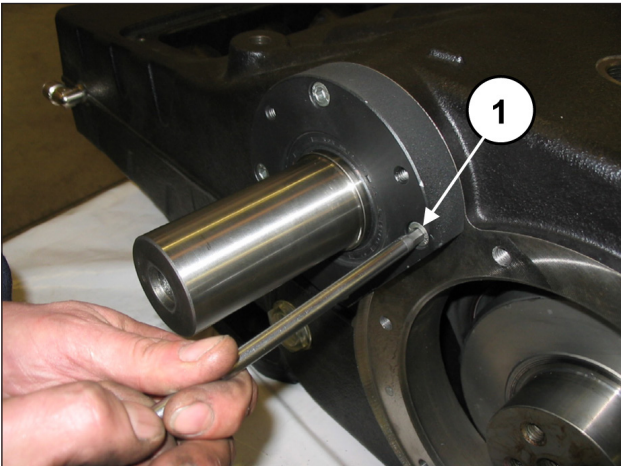
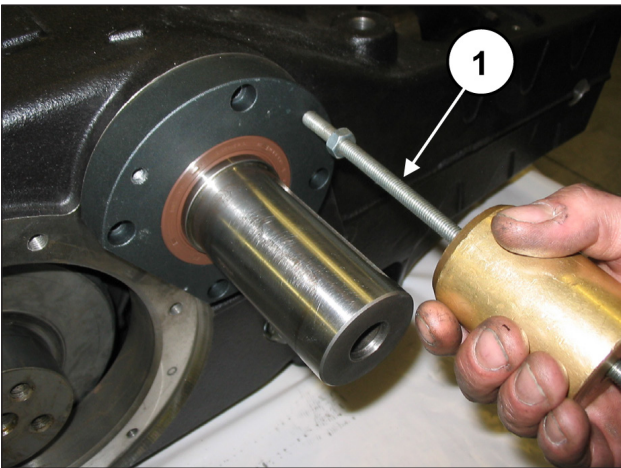

Abb. 27
Abb. 28
Lösen Sie die Befestigungsschrauben des rechten und linken Zapfwellen-Lagerdeckels (Pos. ①, Abb. 27) und ziehen Sie die beiden Deckel von der Zapfwelle ab. Zum leichteren Ausbau verwenden Sie 3 Stiftschrauben oder Schrauben M8 (Pos. ①, Abb. 28) als Abzieher.